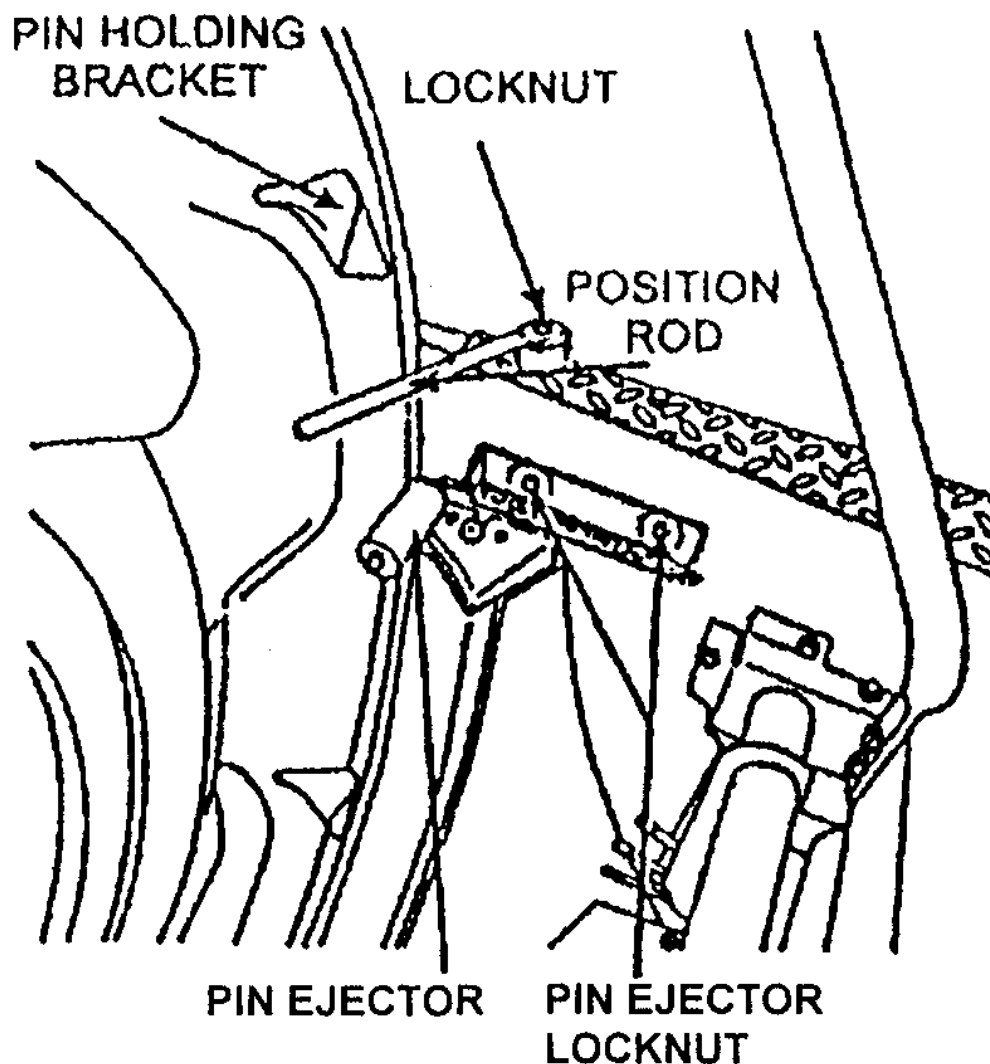

Рисунок 51
1. Раскрутите контргайку, сдвиньте кеглю так, чтобы между ней и захватом подъемника образовалось расстояние в 13 мм. Затем затяните гайку (рис.51).